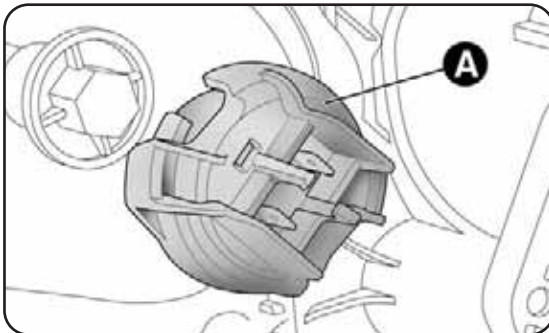

fig. 24
- quite la tapa A-fig. 24 que protege la lámpara;